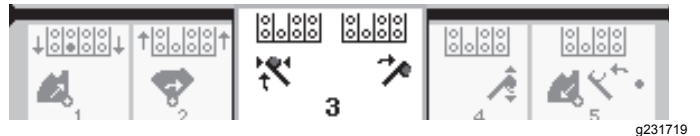

Figura 39
6. Solte o botão / seletor basculante para prosseguir ao próximo passo da sequência (Figura 39).